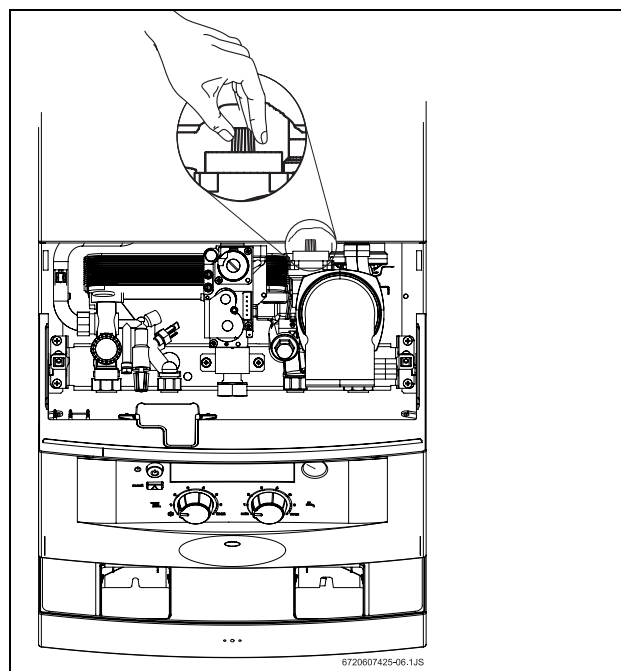

Fig. 12 Apertura valvola di sfiato
- ▶ Spurgare l'apparecchio d'eventuale aria mediante l'apposita valvola di spurgo (Fig. 12).
- ▶ Aprire lo sfiato automatico (Fig. 12) per il circuito di riscaldamento e richiuderlo dopo aver tolto l'aria presente nell'impianto.
- ▶ Procedere ad una nuova operazione di riempimento mediante l'apposito rubinetto (37) fino a che il manometro non indichi una pressione compresa tra 1 e 2 bar.